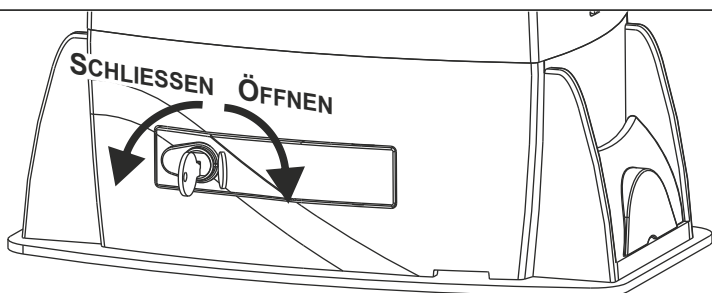

Abb. 26
- Die Schutzklappe des Schlosses öffnen, den Schlüssel einführen und um 90° im Uhrzeigersinn drehen (Abb. 26)